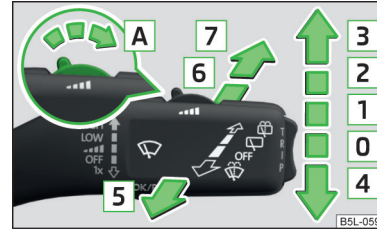

Fig. 36
Posiciones de la palanca de mando » fig. 36
Al soltar la palanca de manejo, el sistema lavacristales se parará y el limpiaparabrisas efectuará todavía de 2 a 3 barridos (según la duración del rociado de agua). **La palanca de mando permanece en la posición [6] » fig. 36.**
Si la palanca de mando está en la posición [2] o [3] » fig. 36, y se circula a una velocidad superior a 5 km/h, se produce un barrido en la luneta trasera cada 30 o 10 segundos.
- Presionar durante 5 segundos cinco veces consecutivas la palanca de manejo en la posición [6] » fig. 36 de la página 60.
Después de conectar el encendido, se lavan los faros siempre en la primera pulverización y cada cinco pulverizaciones del parabrisas (posición [5] » fig. 36 de la página 60), si está encendida la luz de cruce o la luz de carretera.